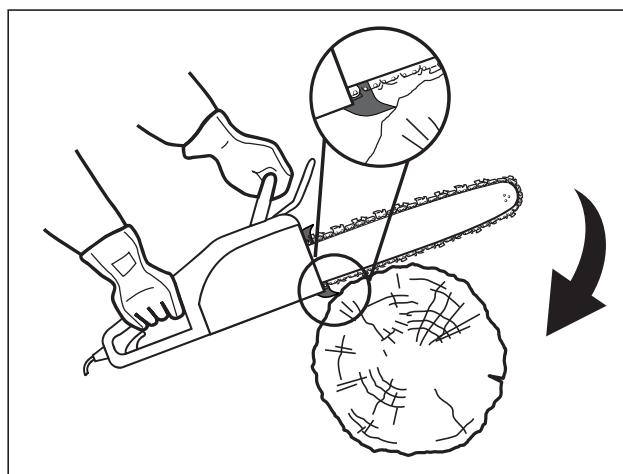

Fig. 19
5. Asegúrese de que la motosierra esté funcionando a alta velocidad antes de que esta entre en contacto con la madera. Use la púa de tope para fijar el producto a la madera antes de comenzar a aserrar y úsela como punto de apoyo de apalancamiento durante el aserrado (Fig. 19).